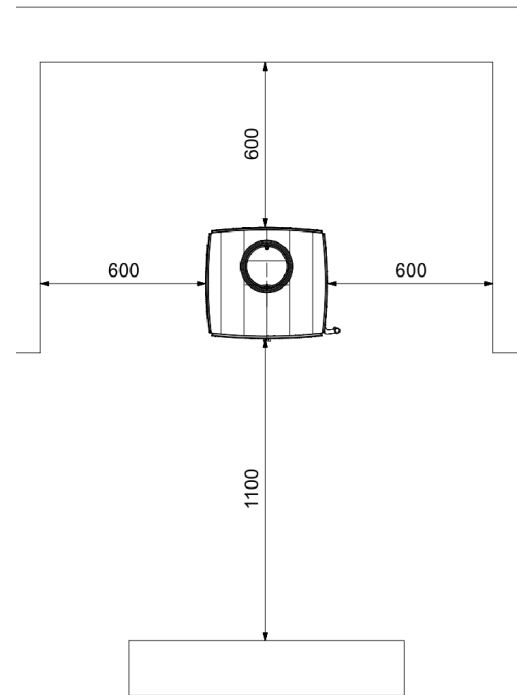

FIG. 7 DISTANCE DE SÉCURITÉ SANS PLAQUE DE PROTECTION ARRIÈRE (mm)
- Lorsque vous installerez le poêle, tenez compte des distances de sécurité nécessaires du foyer et de la cheminée par rapport aux surfaces combustibles (parois de bois ou tapissées, sol en bois, etc.) Ces mêmes distances doivent être respectées lorsque le revêtement des parois ou des zones proches est susceptible de détérioration ou de déformation sous l'effet de la température (vernis, peintures, PVC, etc.). Fig. 7